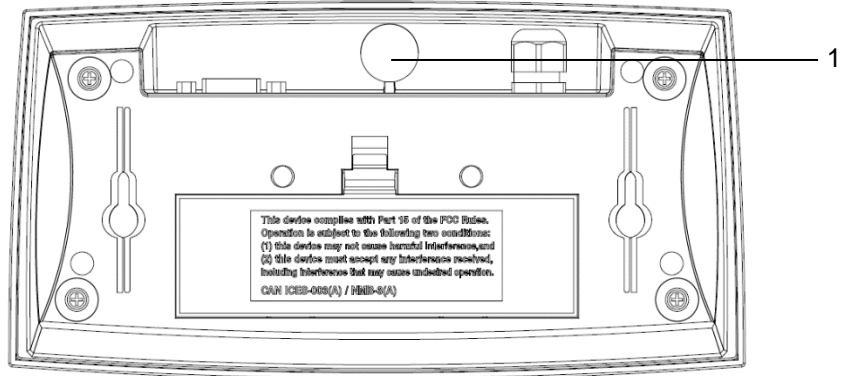

Figure 5-2 Defender 2500 Scellage papier
- Scellement papier : collez le papier de scellage sur la vis à tête fraisée comme sur la Figure 5-2.